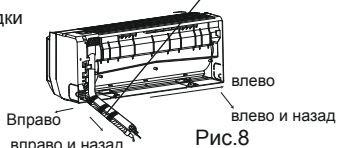

Рис. 8
2. Извлеките трубопровод из блока, обвяжите трубы, электропроводку, сливной шланг монтажной лентой, а затем пропустите через отверстие для трубопровода (как показано на Рис. 8).